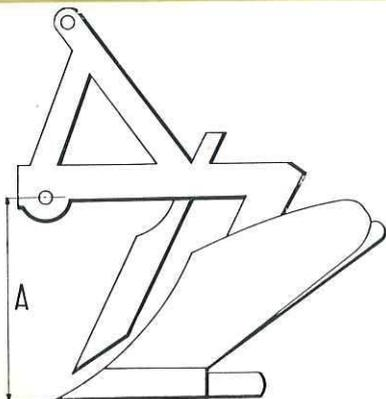

FIG. 45
- Distance A séparant les chevilles d'attelage de la pointe de l'outil supérieure à 550 mm (fig. 45).